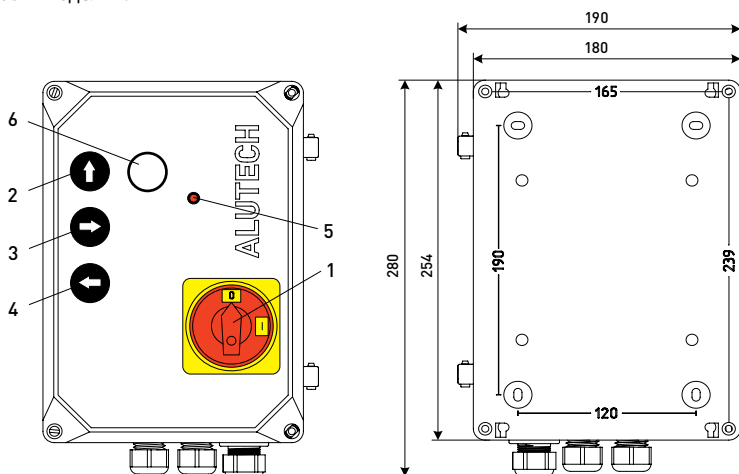

Рисунок 1. Блок управления (размеры указаны в миллиметрах)
Блок предназначен для использования в составе перегрузочного оборудования и выполняет управление компонентами перегрузочного оборудования. Непосредственно для перегрузочной платформы с телескопической (выдвижной) аппарелью, оснащенной 3-клапанным гидравлическим агрегатом. На крышке корпуса блока расположены выключатель сети **1** (рис. 1), кнопки управления **2, 3, 4 и 6**, светодиод индикации **5**.
HL1	Светодиод, сигнализирующий о работе кнопок управления 2, 3, 4 и 6 (рис. 1). Светит, если нажата кнопка управления.
J2	Разъемы подключения выключателя сети 1 (рис. 1, 3).
J10	Разъем подключения кнопок управления 2, 3, 4 и 6 , светодиода 5 (рис. 1, 7)
**ВНИМАНИЕ!** Положение установленной перемычки в разъемах **J12** и **J13** запоминается при переключении выключателя сети **1** (рис. 1) из положения **0** (положение «Выключено») в положение **1** (положение «Включено») и сохраняется в течении работы блока управления. При необходимости изменения положения перемычки в разъемах **J12** и **J13** отключите блок от сети, установите перемычку в требуемое положение и включите блок в сеть.
Для подачи напряжения питания на модуль блока управления переключите выключатель сети **1** (рис. 1) в положение **I** (положение «Включено»).
**ВНИМАНИЕ!** Если после включения блока управления не светит или моргает светодиод **5** (рис. 1), то перейдите к разделу 7 «Неисправности и рекомендации по их устранению».
После успешного выполнения пробных циклов, платформа должна вернуться в исходное положение. Для отключения напряжения питания переключите выключатель сети **1** (рис. 1) в положение **0** (положение «Выключено»).
Переключите выключатель сети **1** (рис. 1) в положение **I** (положение «Включено») для подачи напряжения питания на модуль блока управления.
- Подъем платформы происходит при нажатии и удержании кнопки управления **↑** (**2**, рис. 1). Когда подъем завершён, отпустите кнопку **↑**, платформа остановится.
- После отпущения кнопки **↑** в течение 2 секунд нажмите и удерживайте кнопку **↔** (**3**, рис. 1). Аппарель будет выдвигаться.